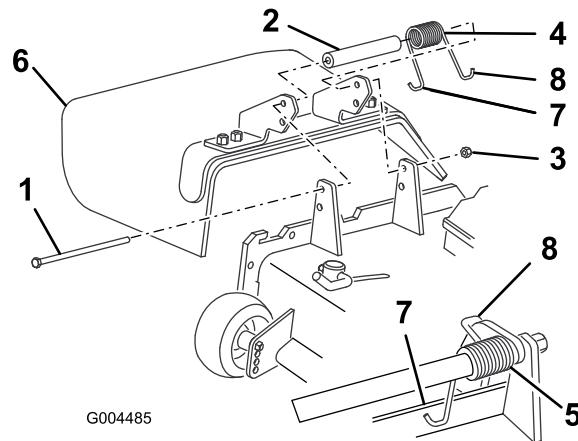

図 25
- デフレクタをピボットブラケットに固定しているロックナット、ボルト、スプリング、スペーサを外す(図 25)。デフレクタを取り外す。
- デフレクタのブラケットの間にスペーサとスプリングを入れる(図 25)。スプリングの左側J形フック部をデッキのエッジの後ろに引っ掛ける。
注 必ず、スプリングの左側J-フックをデッキエッジの後ろに引っ掛け、それからボルトを図 25 のように取り付けてください。
- ボルトとナットを取り付ける。スプリングの右側のフックを、デフレクタに引っ掛ける図 25。